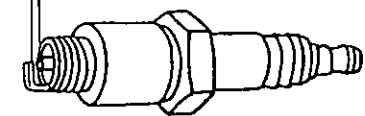

図 41
- (1) 電極部が汚れている場合は良く掃除し、電極のすき間を所定の寸法(0.6~0.7mm)に調整してください。(図41)
- (2) 電極部がひどく焼け、丸くなっていたり、ガイシ部にひびが入っているときは新品と交換してください。